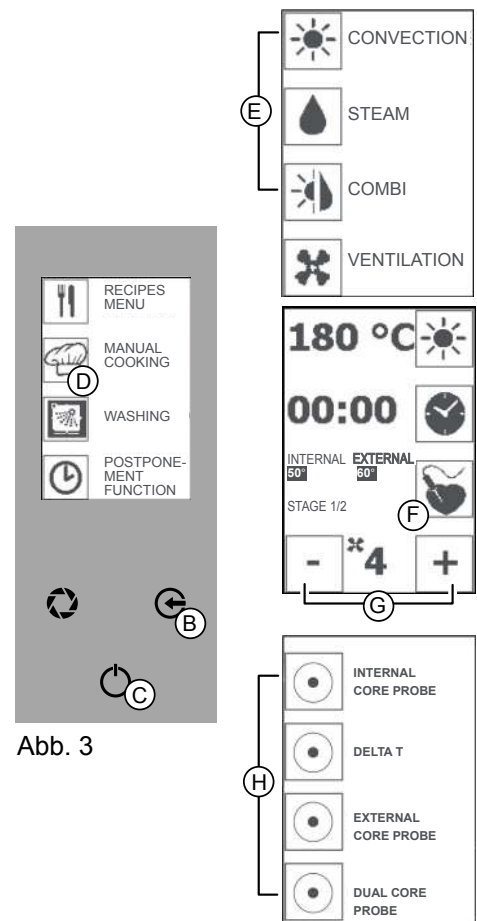

Abb. 3
Die Taste "GO!" drücken, (Abb. 3/A) um das Hauptmenü zu aktivieren. Das Symbol "MANUELLES GAREN" (Abb. 3/D) drücken und eine Garmethode (Abb. 3/E) auswählen.
5. Das Symbol "KERNTemperaturfühler" (Abb. 3/F) und das Symbol "DOPPELTER KERNTemperaturfühler" (Abb. 3/H) drücken. Das Symbol "KERNTemperaturfühler" (Abb. 3/F) drücken und mit den Symbolen "MINUS" und "PLUS" (Abb. 3/G) die Temperatur des internen Kerntemperaturfühlers einstellen.
6. Das Symbol "KERNTemperaturfühler" (Abb. 3/F) drücken und mit den Symbolen "MINUS" und "PLUS" (Abb. 3/G) die Temperatur des externen Kerntemperaturfühlers einstellen. Das Symbol "KERNTemperaturfühler" (Abb. 3/F) zur Bestätigung drücken.
Die Taste "INVIO" (ENTER) (Abb. 3/C) drücken, um den Garvorgang zu starten.
Die "EINGABE"-Taste drücken (Abb. 3/C) und mehrmals die Taste "ESC" drücken (Abb. 3/B), um zur Startseite zurückzugehen.
Mehrmals die Taste "ESC" (Abb. 3/B) drücken, um zur Startseite zurückzugehen.